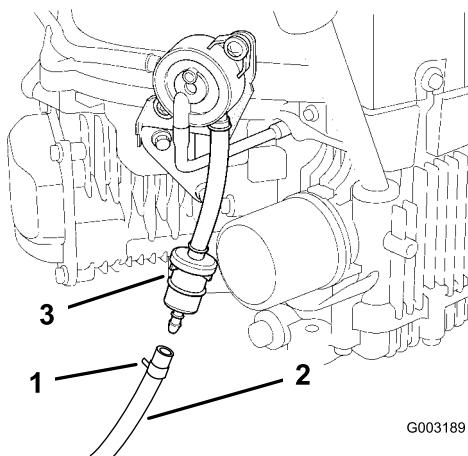

Figura 41
5. Afloje la abrazadera cerca del filtro de combustible y deslícela por el tubo, alejándola del filtro de combustible (Figura 41).
6. Retire el tubo de combustible del filtro (Figura 41).
combustible para fijar el tubo de combustible (Figura 41).
4. Apriete los extremos de las abrazaderas y deslícelas por el tubo alejándolas del filtro (Figura 41).
6. Instale un filtro nuevo – la flecha que indica el sentido de flujo debe apuntar hacia el motor (desde el depósito) – y acerque las abrazaderas al filtro (Figura 41).